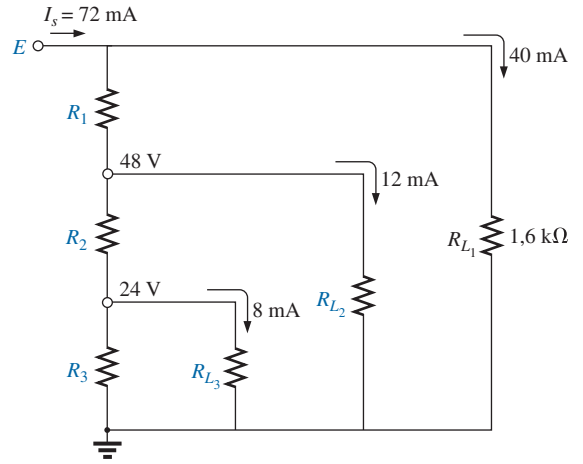

Figura 7.89 Problema 30.
30. Dada a fonte com divisor de tensão vista na Figura. 7.89: